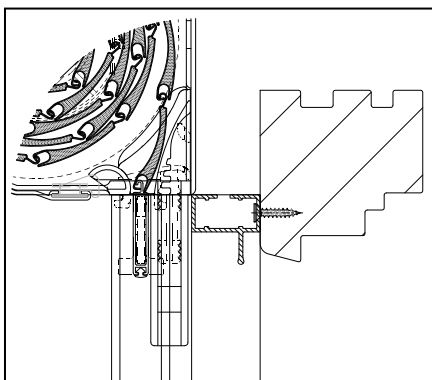
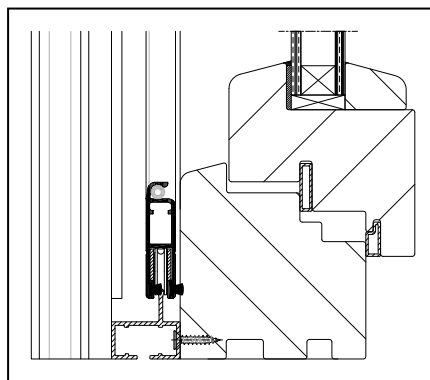
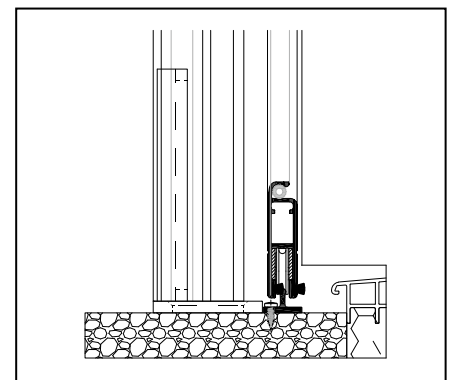

Abb.2
Abb.3 Stockbefestigung
Abb.4 Bodenbefestigung
2. Die Laufschiene für den Schieberahmen oben (Abb.2) und unten (Abb.3 und Abb.4) montieren.